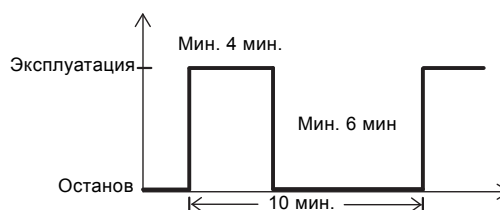

Рис. 20 Повторно-кратковременный режим эксплуатации
- При повторно-кратковременном режиме эксплуатации S3, макс. 20 пусков в час, насос погружён до нижней части кабельного разъёма. Насос должен работать 4 минуты и останавливаться на 6 минут. См. рис. 20.